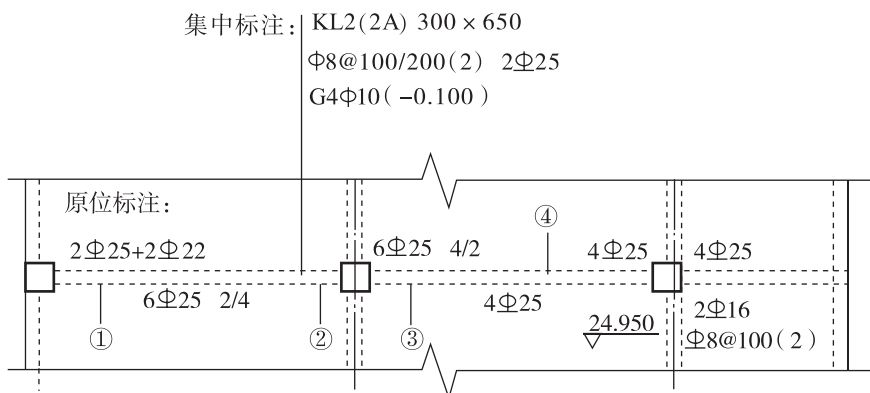

图 1-8 框架梁表示法
图 1-8 表达了平面注写梁的情况, 引出线部分为集中标注。KL2 (2A) 300 × 650 为 2 号框架梁, 有两跨, 一端有悬挑, 梁断面 300 × 650; $\Phi 8@100/200(2) 2\Phi 25$ 表明此梁箍筋是一级钢筋直径为 8 mm, 间距 200 mm, 加密区间距 100 mm, 双肢箍; $2\Phi 25$ 表示在梁上部贯通直径为 25 mm 的二级钢筋 2 根; (-0.100) 表示梁顶相对于楼层标高 24.950 低 0.100 m, 在 ①~②轴之间梁下部中间段 $6\Phi 25 2/4$ 为该跨梁下部配筋, 上一排纵筋为 $2\Phi 25$, 下一排纵筋为 $4\Phi 25$ 全部伸入支座。在 ①轴处梁上部注写的 $2\Phi 25+2\Phi 22$, 表示梁支座上部有 4 根纵筋, $2\Phi 25$ 放在角部, $2\Phi 22$ 放在中部。当梁支座两边的上部纵筋相同时, 可仅在一边标注配筋值, 另一边省略不注, 如 ②轴梁上端所示。当集中注写的数值中某一项(或几项)数值不适用于某跨或某悬挑部分时, 则按其不同数值原位注写在该跨或该悬挑部分处, 施工时, 按原位标注的数值优先选用。如 ③轴右侧悬挑梁部分, 下部标注 $\Phi 8@100(2)$, 表示悬挑部分的箍筋通长都为 $\Phi 8$ 间距 100 的两肢箍。